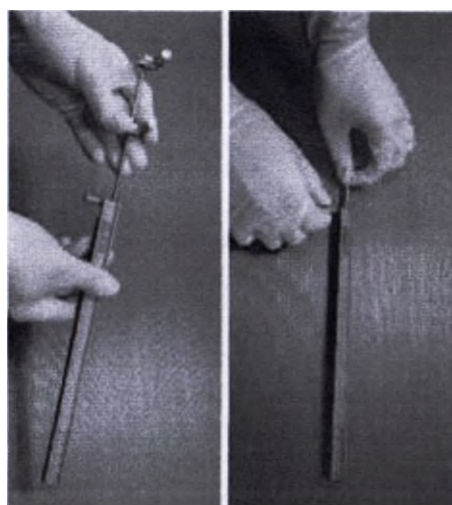

Рисунок 76: Установка держателя глубинного электрода DBS в линейку
5. вставьте держатель глубинного электрода DBS в линейку и затяните фиксирующий винт (рис. 76).